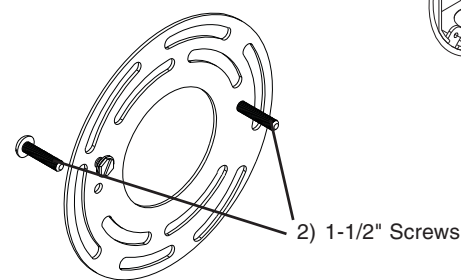

Figure 2
2. **Prepare Mounting Plate (1)** for mounting by installing two 1-1/2" Screws (2) into Mounting Plate (1) as shown in **Fig. 2**
2. **Prepare la Placa de Montaje (1)** para montaje instalando Tornillos 1-1/2" (2) en la Placa de Montaje como mostrado en **Fig. 2.**